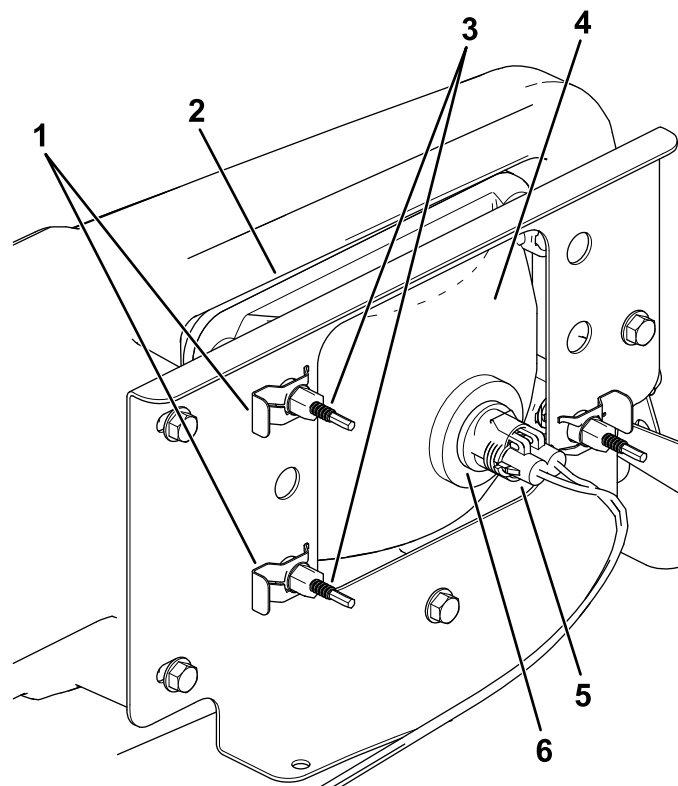

Figure 41
3. Débranchez le connecteur électrique de faisceau du connecteur du phare (Figure 41).
4. Déposez les clips rapides qui fixent le phare à son support (Figure 41).
5. Sortez le phare en le déplaçant vers l'avant à travers l'ouverture dans le pare-chocs avant (Figure 41).
6. Montez le phare neuf par l'ouverture dans le pare-chocs (Figure 41).
8. Branchez le connecteur électrique de faisceau sur le connecteur de l'ampoule (Figure 41).
5. Au dos du phare, tournez les vis de réglage (Figure 41) pour orienter le phare et aligner la position de son faisceau.